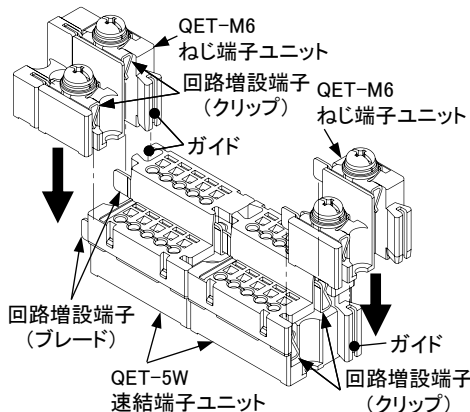

図2 速結／ねじ端子ユニットの連結
2. QET-5W(速結端子ユニット)とQET-M6(ねじ端子ユニット)の連結(図2)